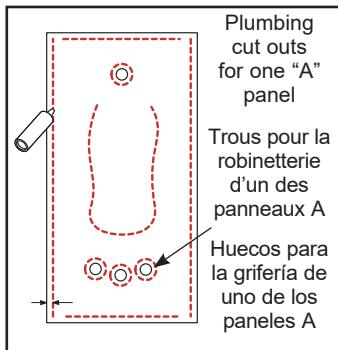

Fig. 6
8. Appliquer un cordon d'adhésif au dos des panneaux de bout A. **Fig. 6.** Installer les panneaux A en alignant le rebord avant des panneaux à 3 mm (1/8 po) du rebord de la baignoire et en s'assurant que le rebord inférieur repose uniformément sur le rebord de la baignoire. Suivre la procédure de **FIXATION DES PANNEAUX**.
8. Aplicar un cordón de adhesivo al dorso de los paneles del fondo A. **Fig. 6.** Instalar los paneles A alineando el reborde frontal 3 mm (1/8") del reborde de la bañera y asegurandose que el reborde inferior repose uniformemente sobre el reborde de la bañera. Siga el procedimiento de **FIJACIÓN DE LOS PANELES**.